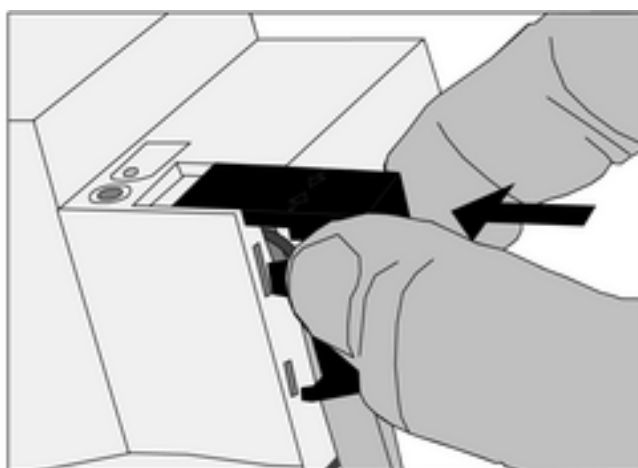

Figure 6: Mise en place du capuchon de protection
- Enfoncer le capuchon de protection sur la borne de bus, jusqu'à ce qu'il s'encliquète (figure 6).